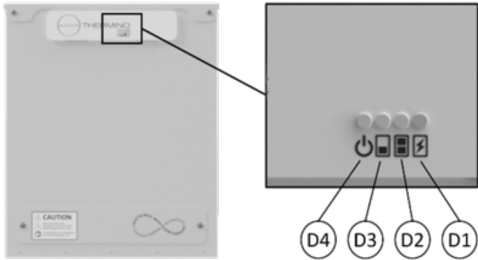

Abbildung 13 - Betrieb der Flextherm Eco G2 D Heat Battery LED
6. Überprüfen Sie die Vorderseite der Wärmebatterie, um sicherzustellen, dass die "Power"-LED leuchtet (siehe Abbildung 13 und Tabelle 9).
9. Wenn dies der Fall ist, drücken Sie die BOOST-Taste auf dem Energiemanager, um den Ladevorgang der Wärmebatterie zu starten. Der Betrieb der externen Wärmequelle im Warmwassermodus wird unterbrochen, und das Heizelement der Wärmebatterie wird aktiviert; beobachten Sie, ob die LED "Heizelement" leuchtet (siehe Abbildung 13 und Tabelle 9).